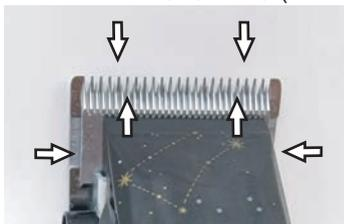

図 7
ヘアカッターと刃の優れたカット性能を維持し、耐用年数を延ばすには、上下の刃の間に必ず薄い油膜を塗布します(図 7)。
- ▶ カット中に刃へ十分な潤滑を(15分間隔で)行い、乾かないようにしてください(図 7)。